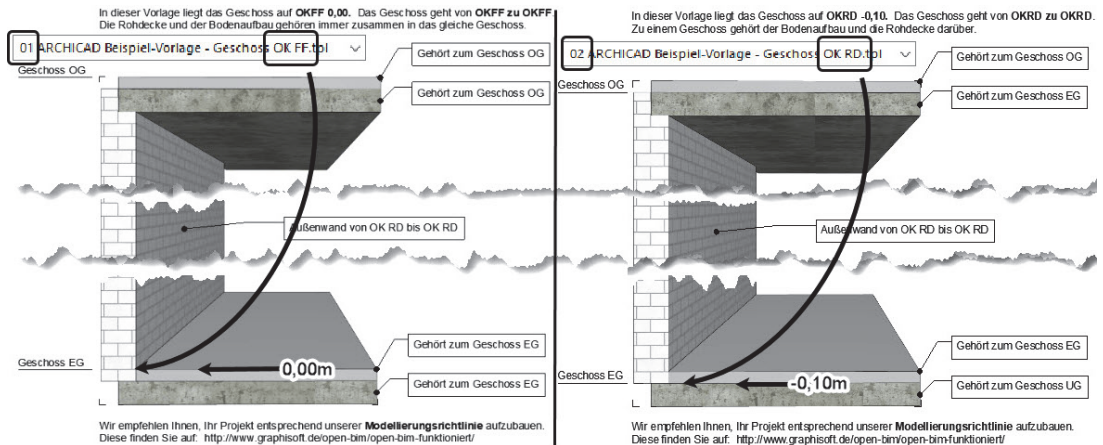

Abb. 1.6: Hinweise zur Orientierung von Decken und Wänden
Nach Schließen des LERN CENTERS erscheint mitten im zentralen GRUNDRISSFENSTER ein Hinweistext auf der Zeichenfläche ⑥. Auf der linken Seite dieses Texts wird die höhenmäßige Zuordnung von Geschosshöhen, Decken und Wänden beschrieben (Abbildung 1.6).